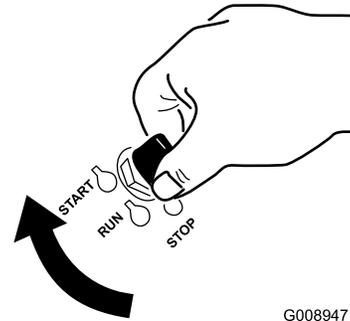

Figura 20
1. Girate la chiave di accensione in posizione AVVIO (Figura 20).